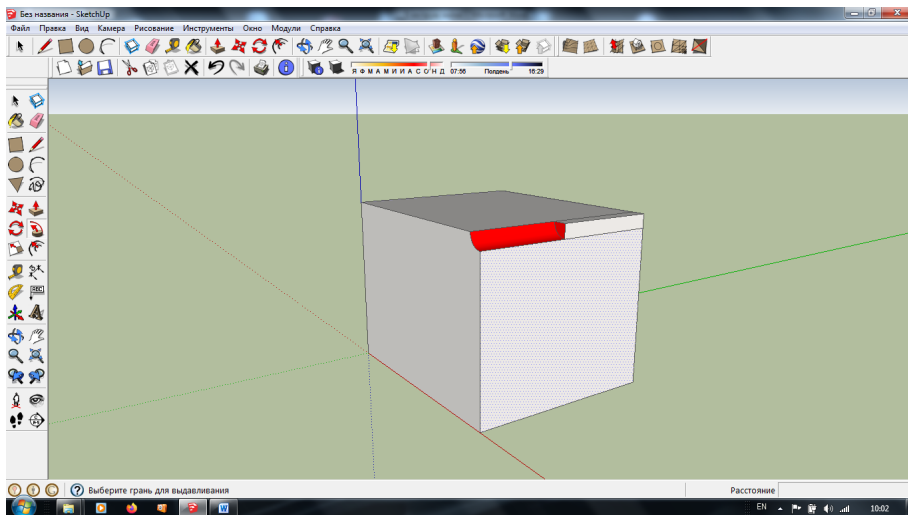

Рисунок 5.9
2. Будуємо профіль видавлювання. Він повинен бути наближено перпендикулярним до направляючої (рис. 5.9).